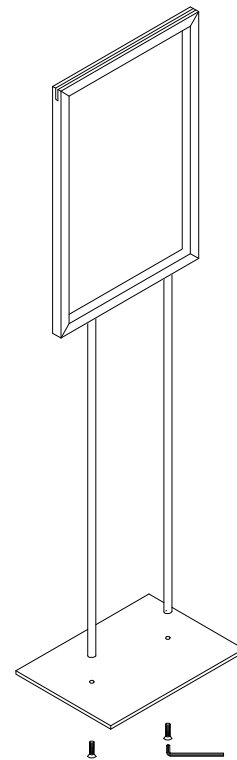

Figure 2
2. Fixez la base au bas des pieds à l'aide de vis et de la clé Allen. (Voir Figure 2)